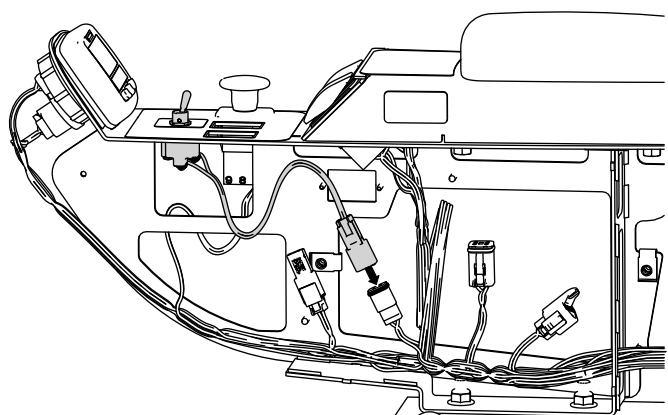

**Figure 22**
- Insérez l'interrupteur à bascule dans le trou de 13 mm par le fond de la console ; voir la Figure 22 pour l'orientation correcte du contre-écrou hexagonal et de la rondelle.